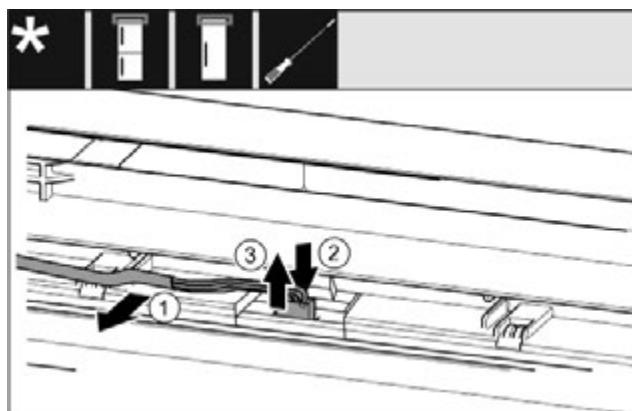

Fig. 16
- Обережно витягніть сірий кабель з направляючої в дверцях. Fig. 16 (1)
- Притисніть назад накладку за штекером. Fig. 16 (2)
- Обережно витягніть штекер рухом вгору. Fig. 16 (3)